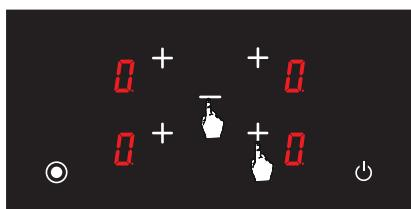

Рис. 26
3. Одновременно нажмите кнопку выбора передней правой конфорки **+** и кнопку минуса **-** (см. Рис. 26), вы услышите короткий звуковой сигнал. Затем поднимите пальцы с панели управления плиты.